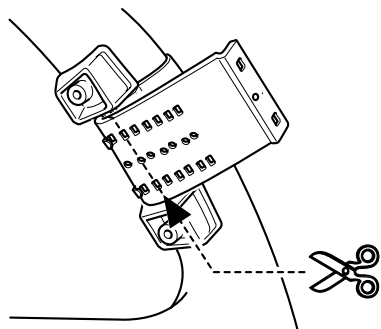

Fig. 9
2. Couper la partie de la courroie en excès au centre du support interne. (Fig. 9)